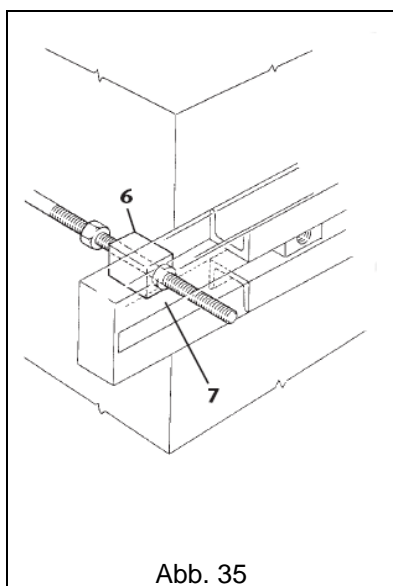

Abb. 35
4. Die korrekte Positionierung der vier Kontrastrahmen **6** prüfen und sicherstellen, dass die Zentrierkronen **7** vorschriftsmäßig in den jeweiligen Sitzen der vorderen Bügel sitzen. (Abb. 35).